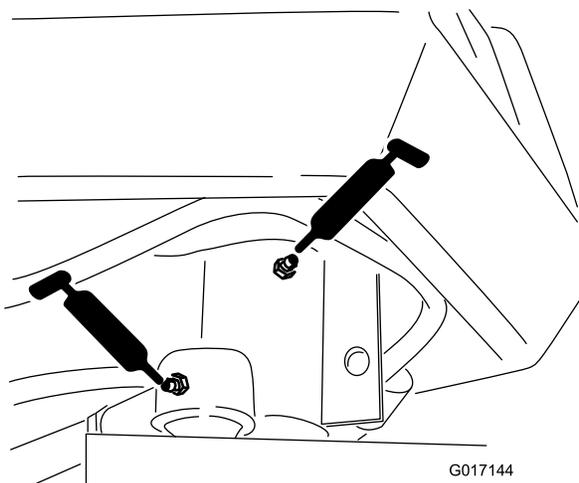

Рисунок 28
- Вал вилки поворотного колеса (1 шт.) (Рисунок 28)
- Конец штока цилиндра рулевого управления (Рисунок 28)